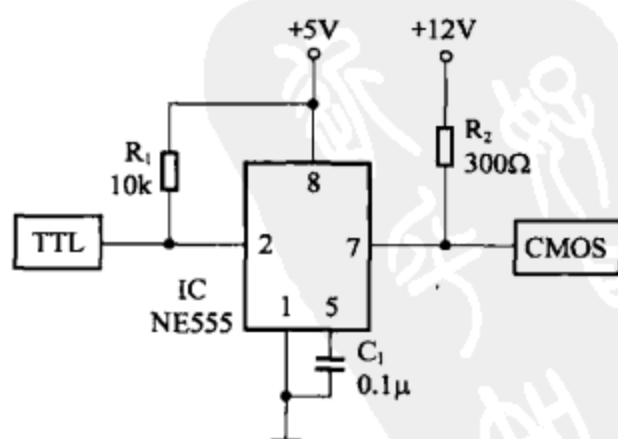

图 7-61
(4) 图 7-61 所示为 TTL 到 CMOS 的反相电平转换电路。